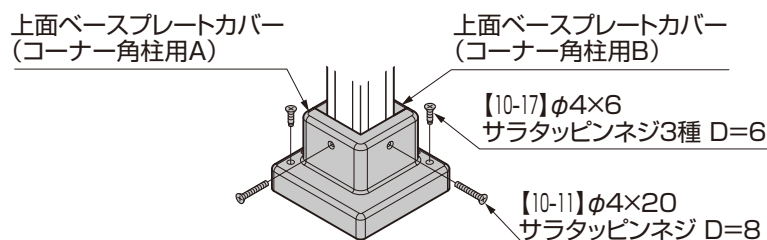

図2-25
- ①上面ベースプレート(コーナー角柱用)の側面下側の穴に、【10-10】を締め込んでください。
- ②上面ベースプレート(コーナー角柱用)に、上面ベースプレートカバーA、Bをかぶせてください。
- ③図2-25を参照し、カバーを【10-11】、【10-17】で固定してください。